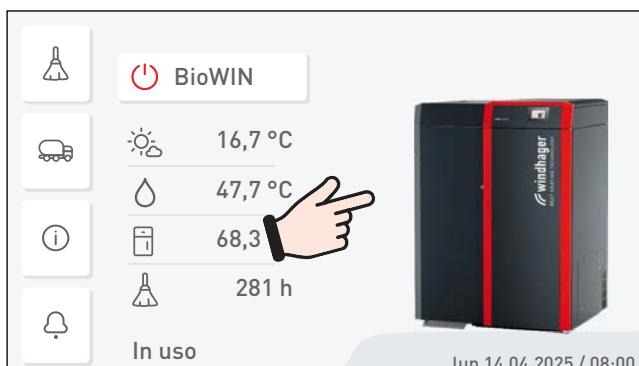

Fig.15 Schermata di partenza
- ▶ Premere brevemente il tasto InfoWIN Touch per accendere il display, quindi premere la schermata di partenza – Fig.15.